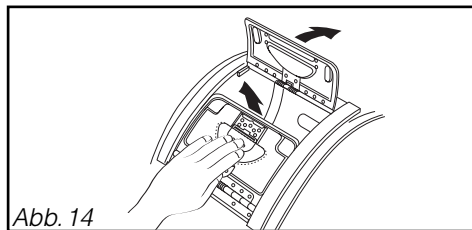

Abb. 14
- Zum Öffnen der Klappen der Trommel auf den Öffnungsdrücker der vorderen Klappe drücken (Abb. 14).